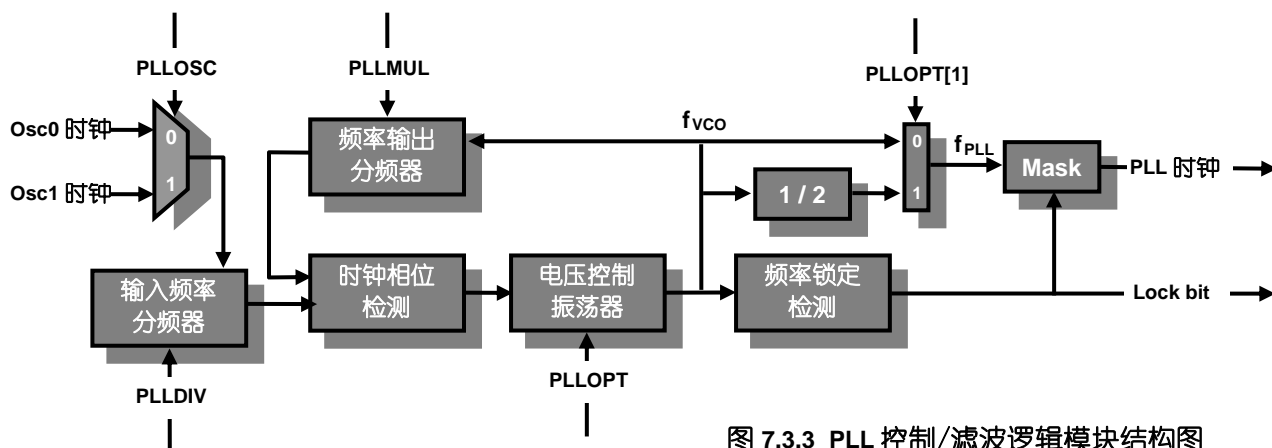

图 7.3.3 PLL 控制/滤波逻辑模块结构图
**PLLn** 的内部控制逻辑如图 7.3.3 所示。每个 **PLL** 都可以独立的选择 **OSC0** 或 **OSC1** 作为输入时钟源。对于每路输入 **PLL** 的时钟信号, 都可以设置倍频因子 (做乘法) 和分频因子 (做除法), 并根据下面的公式计算出初步的 **PLL** 输出频率 **fvco**: